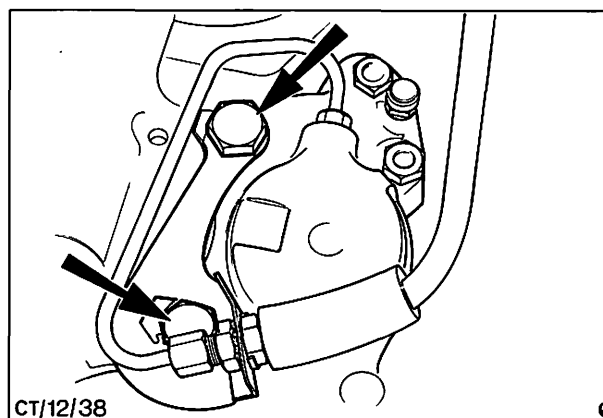

Abb. 29 Befestigungsschrauben – Bremssattel
4. Sicherungsbleche aufbiegen und beide Befestigungsschrauben des Bremssattels, Abb. 29, herausdrehen. Bremssattel abbauen.